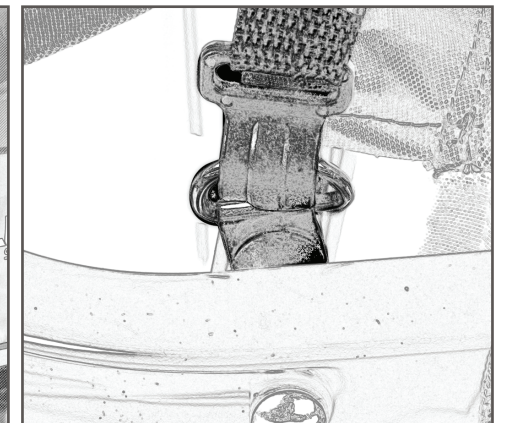

図20
4. ウインドウをロールダウンしてD リングに固定させてください (図20)。